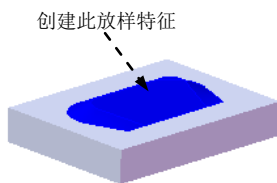

图 17.11.12 创建放样 1
Step7. 创建图 17.11.12 所示的零件特征——放样 1。
(1) 选择命令。选择下拉菜单 **插入(I)** → **凸台/基体(B)** → **放样(L)...** 命令（或单击“特征(F)”工具栏中的  按钮），系统弹出“放样”对话框。